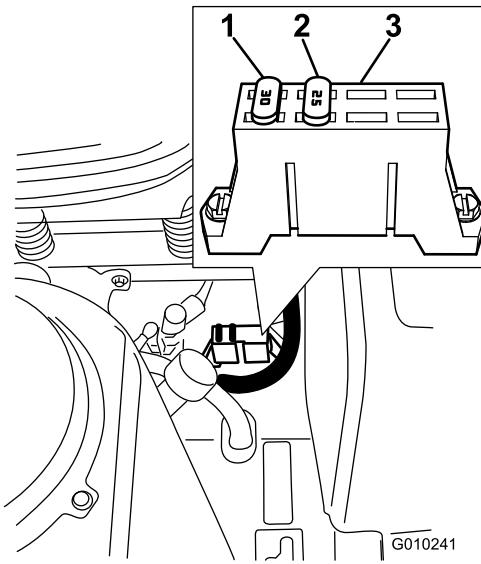

Bild 48
- Die Sicherungen befinden Sie rechts am Armaturenbrett neben dem Sitz (Bild 48).
- Setzen Sie eine neue Sicherung ein (Bild 48).